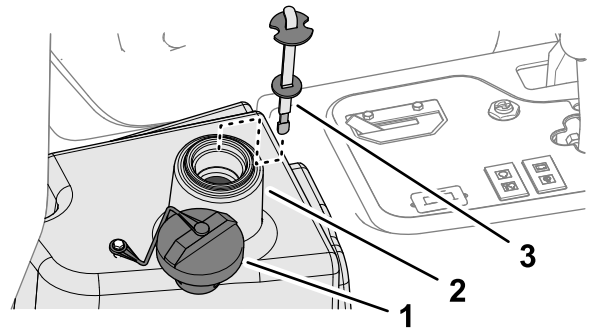

Figura 91
2. Limpie la zona alrededor del cuello de llenado y el tapón del depósito de fluido hidráulico (Figura 91) y retire el tapón.